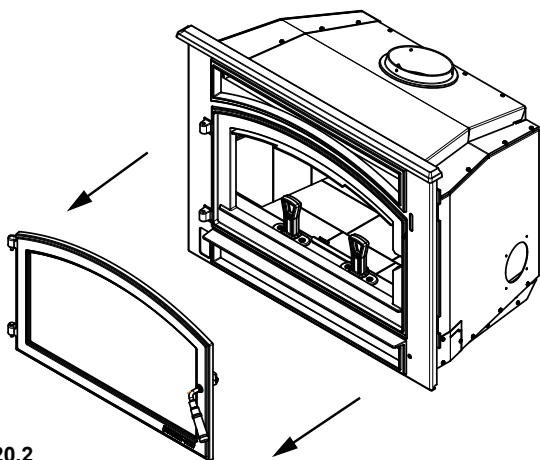

Figure 20.2
2. Retirez la porte en déverrouillant la poignée de l'avant et en soulevant la porte, mettez de côté en la déposant sur une surface de protection (Figure 20.2).
8. Réinstallez la façade en avant de l'appareil (**Figure 20.2 à la page 20**).
9. Réinstallez la porte à l'avant de l'appareil (**Figure 20.2 à la page 20**).